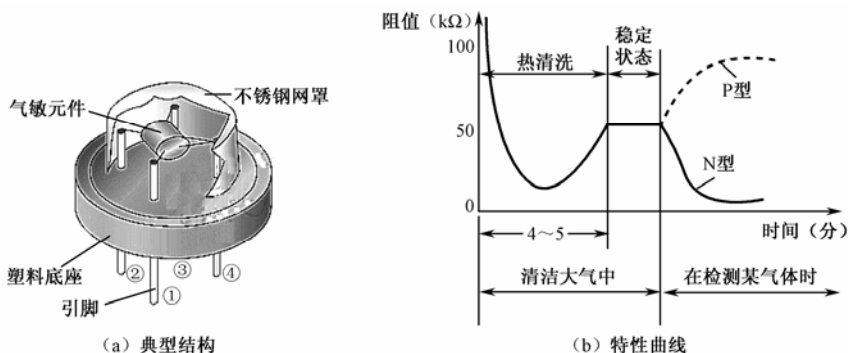

图 2-13 气体电阻器的典型结构及特性曲线
气体电阻器的典型结构及特性曲线如图 2-13 所示。
气敏电阻器的气敏特性主要由内部的气敏元件来实现的。气敏元件引出四个电极，并与引脚①、②、③、④相连。当在清洁的大气中给气敏电阻器的①、②脚通电流（对气敏元件加热）时，③、④脚之间的阻值先减小再升高（约 4~5 分钟），阻值变化规律如图 2-13（b）曲线所示，升高到一定值时阻值保持稳定，若此时气敏电阻接触某种气体时，气敏元件吸附该气体后，③、④脚之间阻值又会发生变化（若是 P 型气敏电阻器，其阻值会增大，而 N 型气敏电阻器阻值会变小）。